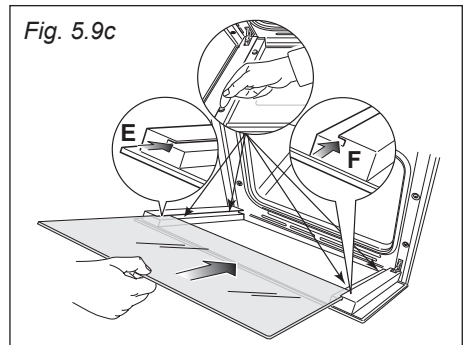
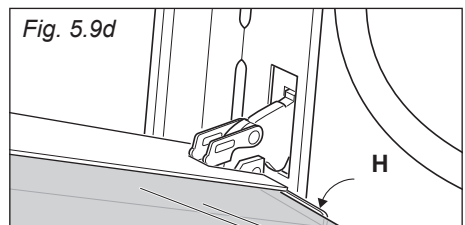

Fig. 5.9c
Fig. 5.9d
- **IMPORTANTE:** È consigliabile, durante l'inserimento del vetro, tenere premuti in posizione i 4 distanziatori "D", mediante un dito, al fine di evitare la rottura o lo sfilamento dei distanziatori stessi (fig. 5.9c).
- Inserire il vetro nelle guide "E" ed "F" (fig. 5.9c) e farlo scorrere dolcemente fino ai fermi "H" (fig. 5.9d).